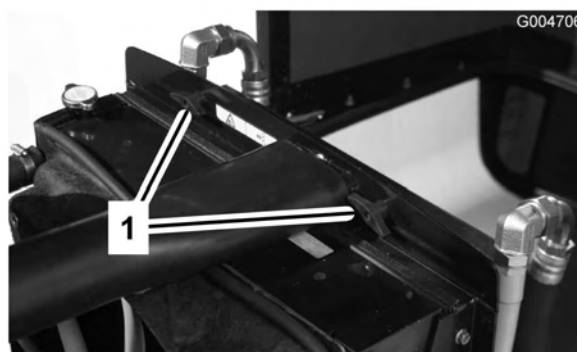

Figura 62
2. Retire os botões (Figura 62) que fixam o dispositivo de arrefecimento de óleo à estrutura.